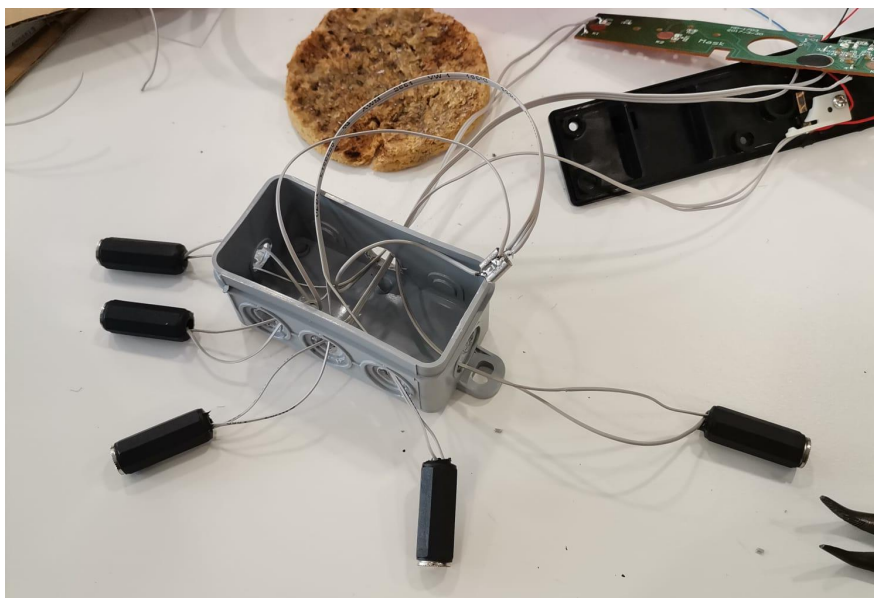

Figura 4 - Caixa de derivação com os fios e jacks
4. Furar o brinquedo de modo a passar os fios e juntá-los numa caixa de derivação, para melhor organização e apresentação. Ramificar o fio neutro comum em 4, de modo a servir os 4 leds, como se observa na figura 4. Se possível, colar os jacks fêmea às saídas das caixas de derivação, de modo a tornar a adaptação ainda mais limpa e robusta.